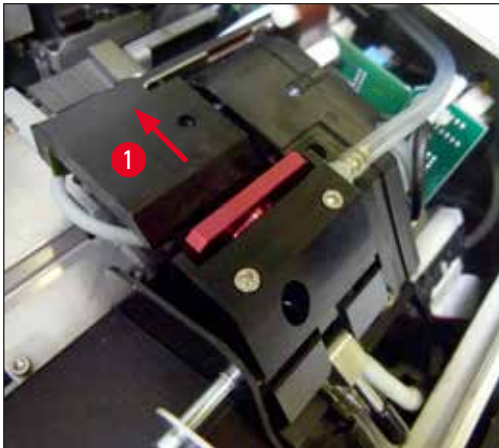

Fig. 54
2. La testina di stampa (→ "Fig. 54-1") si sposta verso l'alto a ca. 1 cm dalla guarnizione a labbro (→ "Fig. 54").